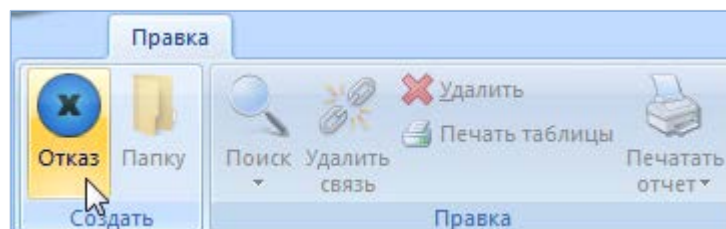

Рис. 13-267 – Вкладка «Правка»
3) Щёлкнуть клавишей мыши в рабочем окне «Отказы», затем нажать кнопку «Отказ» панели «Создать» (рис. 13-267).